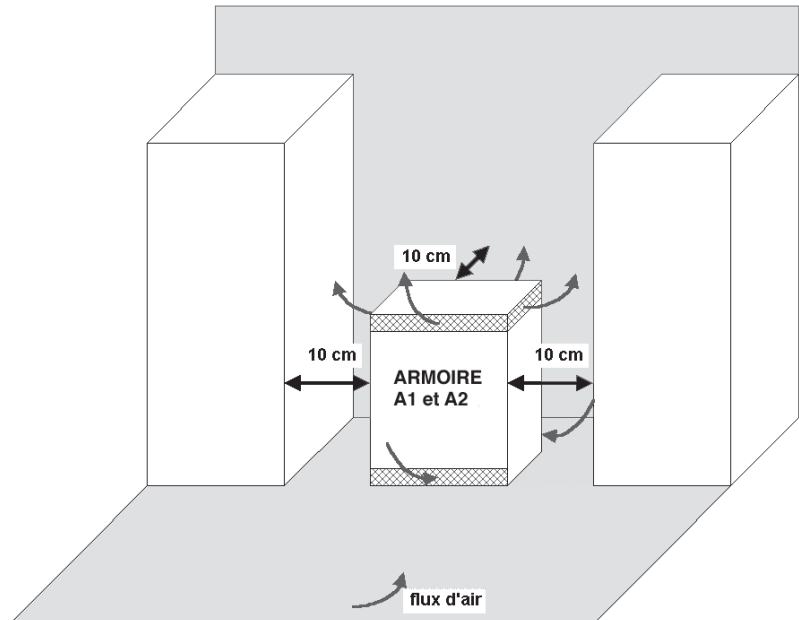

Fig. 6 Armoires A1 et A2
■ Positionner l'équipement pour que les ouïes de ventilation soient dégagées : laisser un espace de 10 cm entre les batteries et la paroi (voir page 4, fig. 6 et 7).